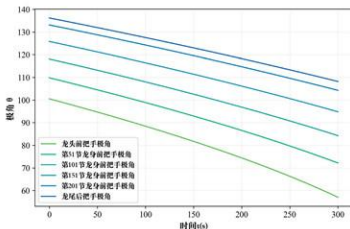

图5 $t = 0s$ 至 $t = 300s$ 部分把手的极角变化情况
- 若作出极角的变化图像（如图5所示），我们可以发现越靠内圈的把手，极角变化速度越快。这是因为越靠内圈，把手的运动半径就越小，为了保持相同的速度，极角的变化率就会变快。这也验证了我们建立的模型的合理性。
正如我们在问题一中所作的分析（如图 5 所示），内圈板凳的极角变化速度更快，这意味着在同一时间内，内圈板凳的角度变化比外圈板凳更大。